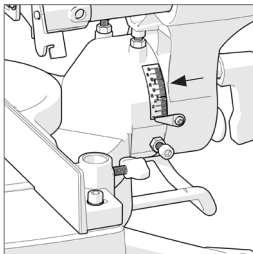

Abb. 34
- Den Schneidkopf in den erforderlichen Winkel neigen. Als Hilfe für die Einstellung ist eine Winkelskala angebracht **(Abb. 34)**